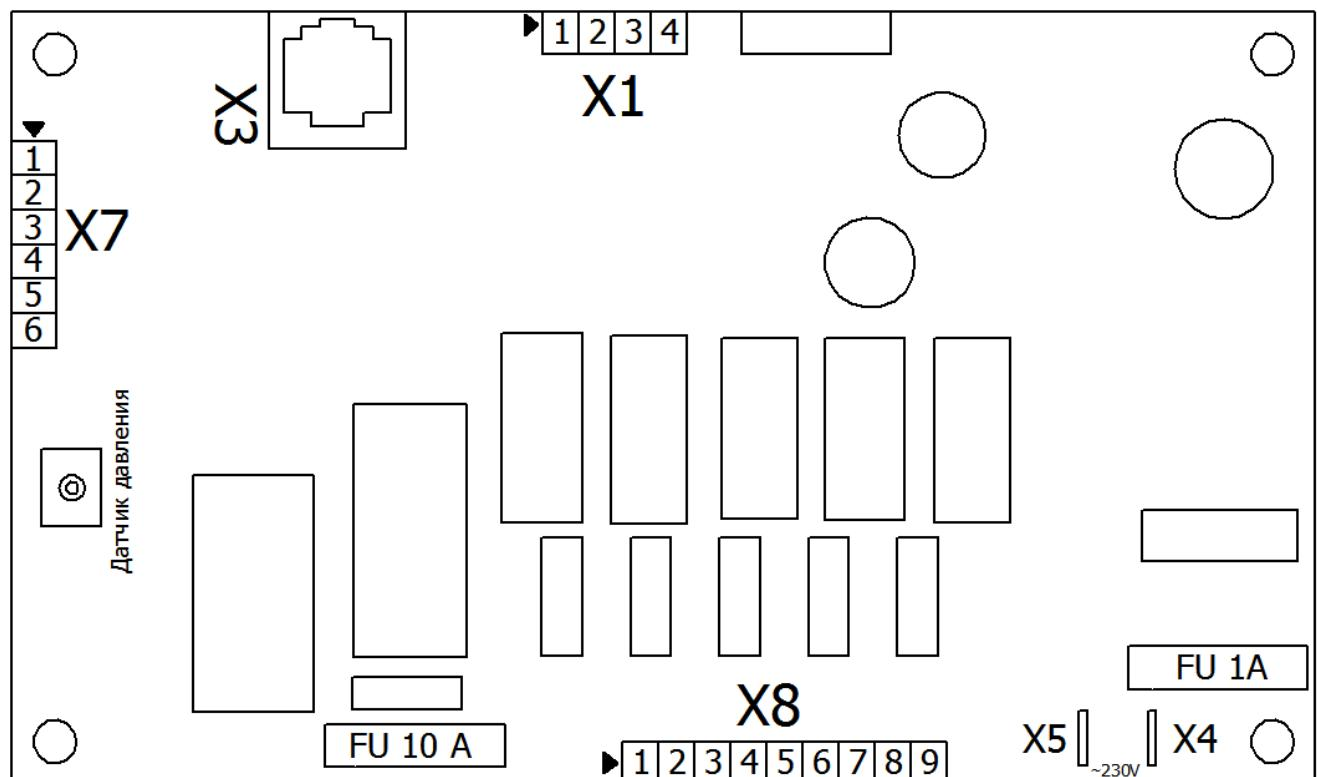

Рисунок 5 Схема расположения реле и разъемов на плате контроллера.
- 7.2.2. Установить кабель пульта в разъем X3 (см. рис. 5).